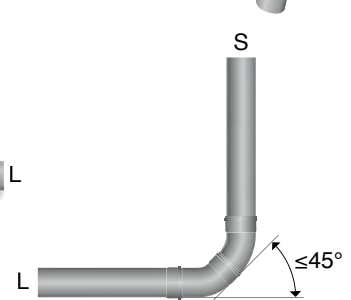

Fig. 11
- Stående samlingsledning (S) som övergår i liggande samlingsledning (L) ska utföras med två böjar med vardera vinkeln högst  $\alpha \leq 45^\circ$  eller med en särskild utformad rördel. Se fig. 11.